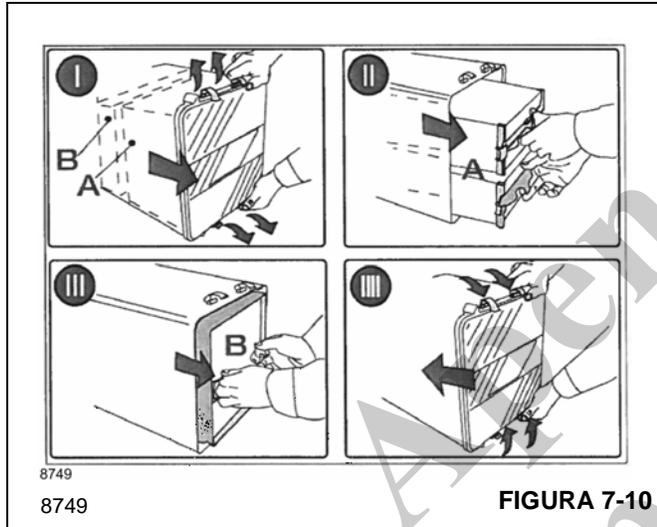

FIGURA 7-10
1. Levante os grampos (Figura 7-10) que prendem a tampa no corpo do purificador de ar e remova a tampa.